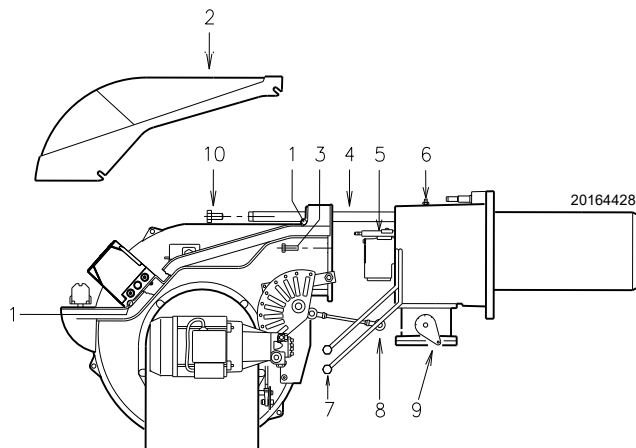

Fig. 42
- Aflojar los tornillos 1)(Fig. 42) y quitar la tapa 2)(Fig. 42)
- Desconectar los tubos del gasóleo 7)(Fig. 42).
- Desenganchar la rótula 8)(Fig. 42) del sector graduado 9)(Fig. 42).
- Quitar los tornillos 10)(Fig. 42) de las dos guías 4)(Fig. 42).
- Montar los dos alargadores en las guías 4)(Fig. 42).
- Volver a montar los tornillos 10)(Fig. 42) en los alargadores.
- Quitar los tornillos 3)(Fig. 42) y hacer retroceder el quemador unos 100 mm sobre las guías 4)(Fig. 42).
Ahora es posible extraer la parte interna 5)(Fig. 42), después de haber retirado el tornillo 6)(Fig. 42).
- Volver a colocar los tornillos 3)(Fig. 42) y tirar suavemente hacia afuera los cables de sonda y electrodo, hasta tensarlos ligeramente.
- Volver a enganchar la rótula 8)(Fig. 42) en el sector graduado 9)(Fig. 42).
- Volver a conectar los tubos del gasóleo 7)(Fig. 42).
- Desmontar los dos alargadores de las guías 4)(Fig. 42) y volver a colocarlos en la posición original.